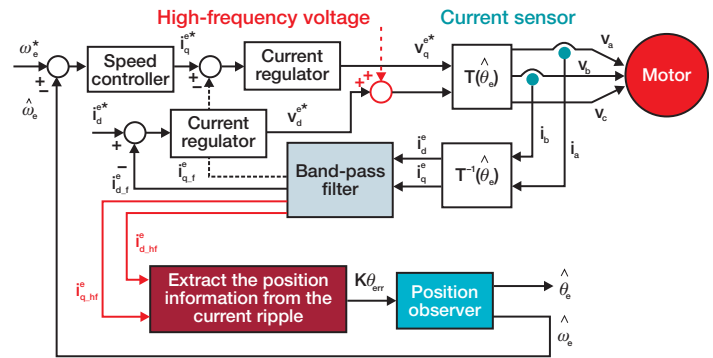

图2 高频注入无传感器控制结构框图
- 1) 在静止时，采用初始位置检测（Initial position detection (IPD)）的方式当冰箱上电，系统控制使能的时候，压缩机转子位置的获取是采用IPD的方式：对压缩机注入高频信号，通过对电流纹波的分析可以计算出马达的空间位置信息。简而言之，交流高频（~300Hz）电压信号会被注入到马达，从而得到与转子位置相关的电流纹波信号。更重要的是，在压缩机上不会产生任何的振动，因为注入高频电压对于压缩机机械系统的影响是微不足道的。整个系统控制拓扑如图2所示
获得位置信息。通过HFI闭环控制，冰箱能够在制冷循环的较大压力的情况下，迅速加速到正常的工作区域。另外，通过这种方式可以减少由于电机同步的问题会导致的机械振动。控制拓扑结构与IPD相同，参考图2。